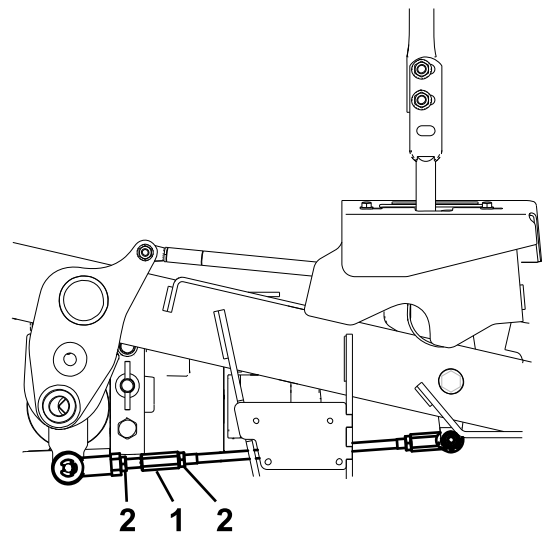

Figura 65
- Ajuste la longitud de las varillas de control de las bombas girando las tuercas dobles de la varilla en el sentido apropiado, hasta que las ruedas se muevan ligeramente en marcha atrás (Figura 65).